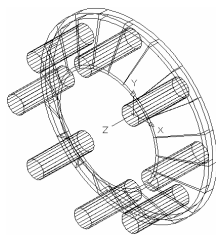

图 6-2-10 阵列圆柱体
(19) 阵列处理。单击“修改”工具栏中的“阵列”按钮, 弹出“阵列”对话框, 选中“环形阵列”单选按钮, 设置阵列“中心点”为原点, “项目总数”值为 8, “填充角度”为 360 度, 单击“选择对象”按钮, 选择半径为 1 的圆柱体进行阵列处理, 结果如图 6-2-10 所示。